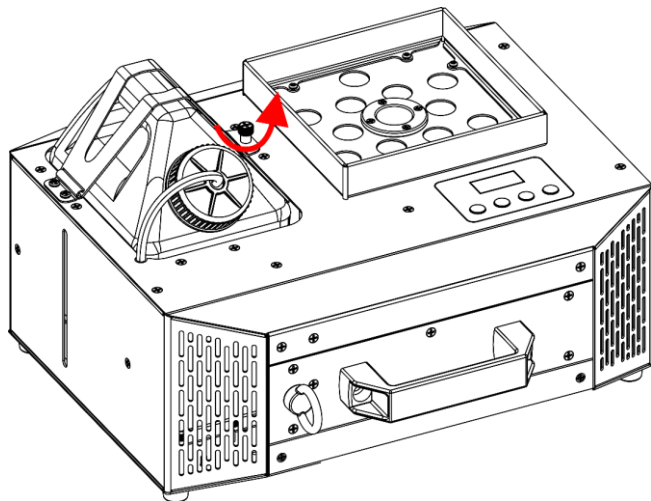

Fig. 38
- 02) Svitare la **vite di sicurezza per la staffa del serbatoio (04)**, come mostrato nella Fig. 38.